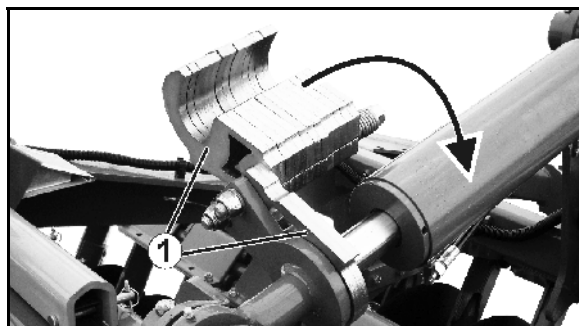

Fig. 71
8. Indstil arbejdsdybde gennem indsvingning af afstandselementer (Fig. 71/1).